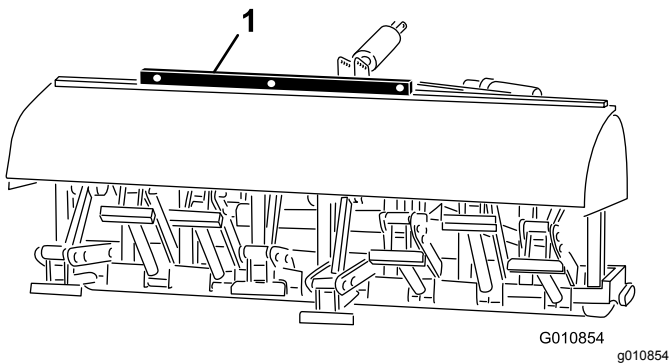

图29
2. 在打孔机机架上放置一个水平仪检查其横向水平状况 图29。